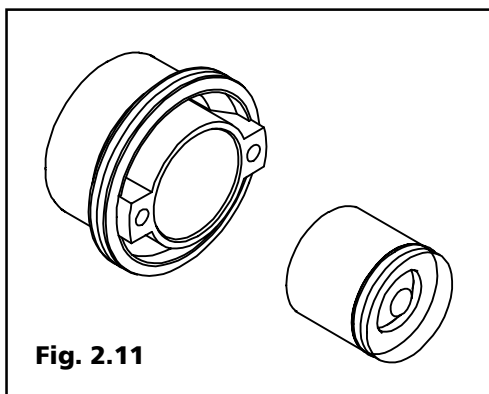

Fig. 2.11
**5) By-pass automatico circuito riscaldamento (Fig. 2.11):** è composto dalla valvola by-pass (simile alla valvola di ritegno utilizzata all'ingresso del circuito primario dello scambiatore secondario) e dal suo alloggiamento.